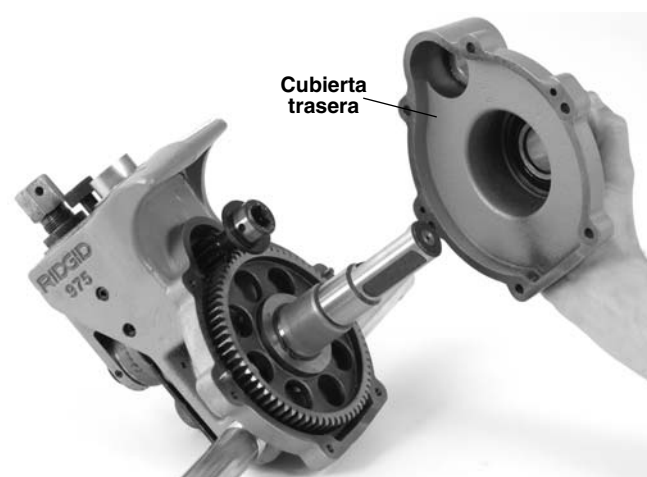

Figura 18 – Extracción de la cubierta trasera
2. Extraiga la cubierta trasera (Figura 18).